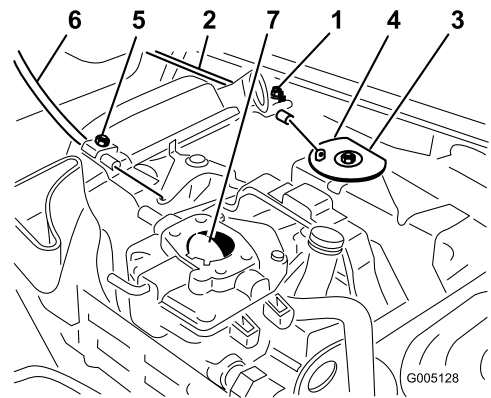

図 35
1. スロットル・ケーブルをエンジンに固定しているクランプのネジをゆるめる (図 35)。
3. スロットル・ケーブルを十分に引いて、スイベルの後部をストップに接触させる (図 35)。
3. チョーク・ケーブルを十分に引いてチョークを完全に閉じ、その位置でクランプのネジを締める (図 35)。